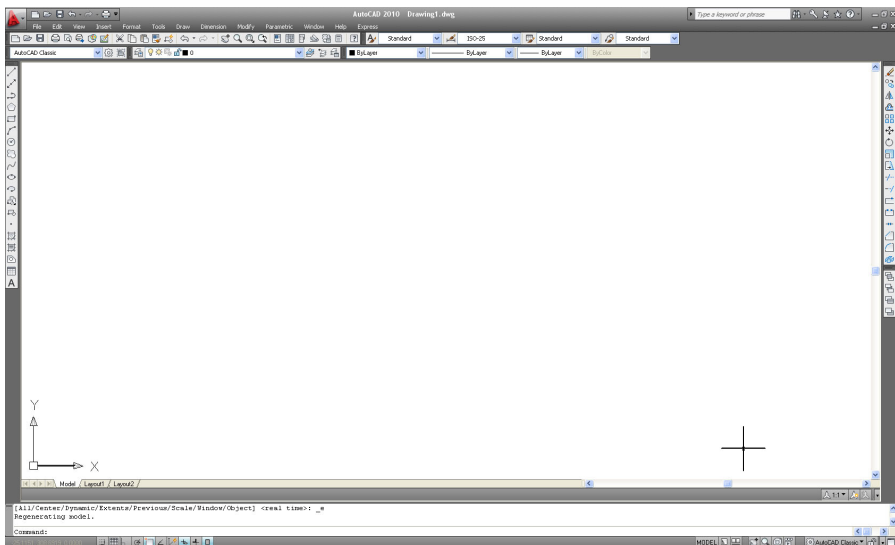

Рис. 3.6
- AutoCAD Classic – класичний (робочий простір класичного AutoCAD показаний на рис. 3.6).